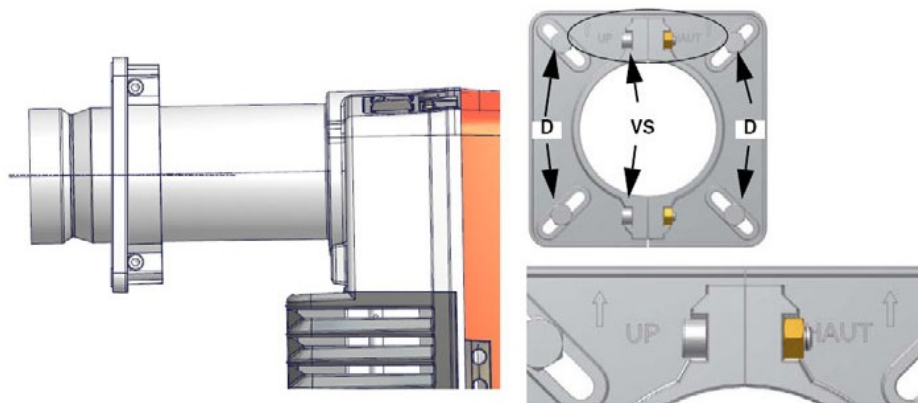

Fig. 2
Tracez une ligne verticale sur le diagramme du brûleur (zone de travail) (Fig. 2) en correspondance de la puissance du foyer et une ligne horizontale correspondant à la valeur de la contrepression d'intérêt.
- 4 selon la référence indiquée à la Fig. 2, fixer la bride aux goujons de la chaudière avec les écrous D, sans les serrer complètement;